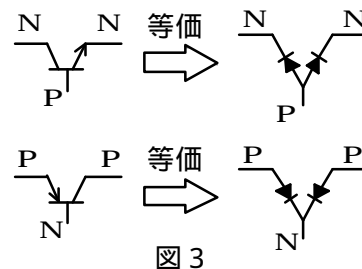

図3
- トランジスタはPNP またはNPN なので、図3に示すようにダイオードが2つ結合したものと考えれば良い。